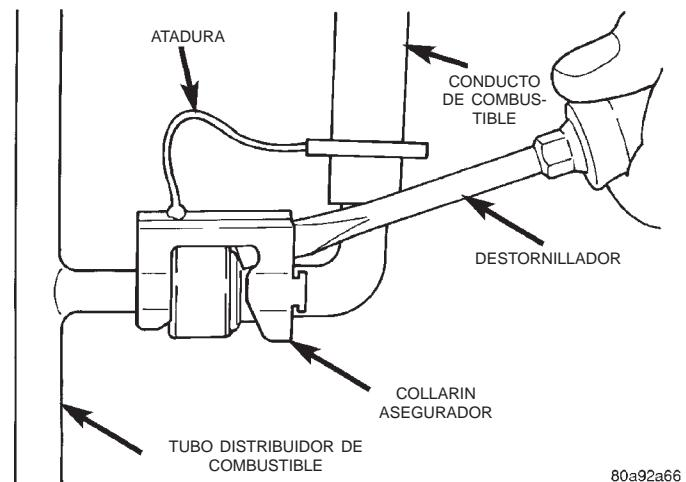
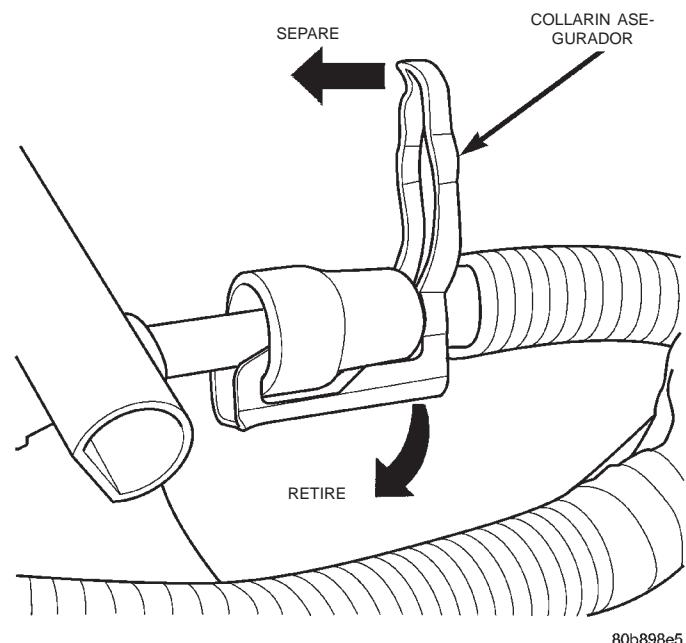

Fig. 18 Collarín asegurador—Tipo 1
Fig. 19 Collarín asegurador—Tipo 2
(7) **Collarinines aseguradores:** Según el modelo y motor del vehículo, se utilizan 2 tipos diferentes de collarines aseguradores (Fig. 18) o (Fig. 19). El tipo 1
- (a) Tipo 1: Haga palanca sobre el collarín asegurador con un destornillador (Fig. 18).
- (b) Tipo 2: Separe y destrabe 2 pequeños brazos situados en el extremo del collarín (Fig. 19) y sepárela del conducto de combustible.